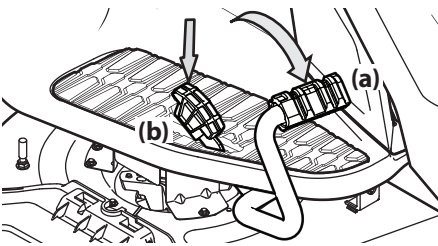

Figura 25
2. Para conducir HACIA ADELANTE, presione lentamente el pedal de marcha adelante (a) hasta alcanzar la velocidad deseada. Consulte la Figura 25.
3. Para conducir MARCHA ATRÁS, verifique que el área de atrás esté despejada; luego presione lentamente hacia adelante el pedal de marcha atrás (b) hasta alcanzar la velocidad deseada. Consulte la Figura 25.